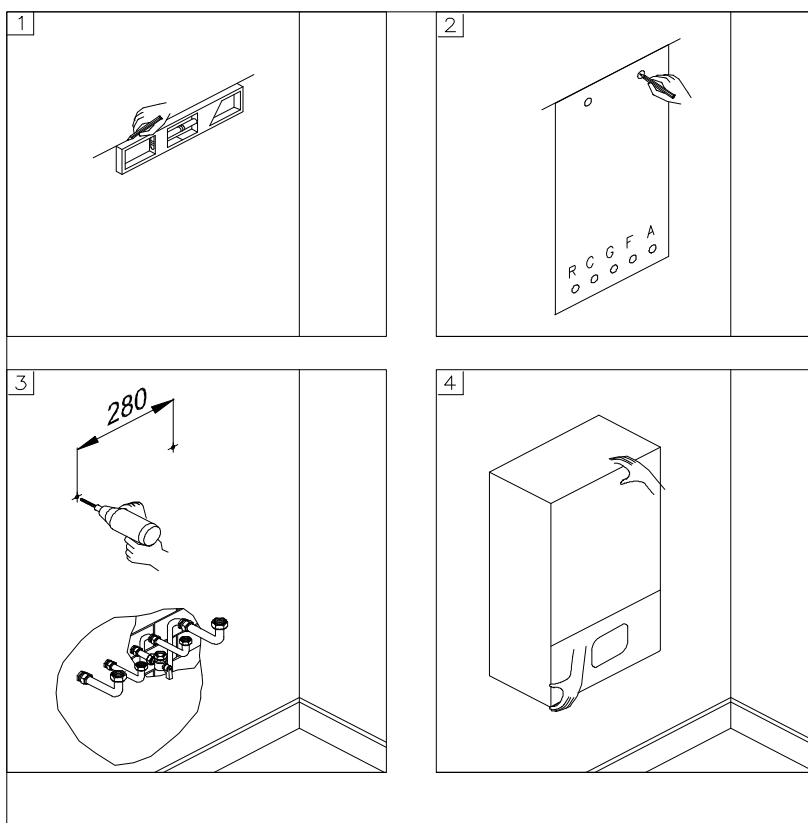

Fig. 2
Per il montaggio, operare come segue (vedi fig. 2):
■ Per agevolare il montaggio la caldaia è dotata di un Kit di raccordi idrici (fig. 2);